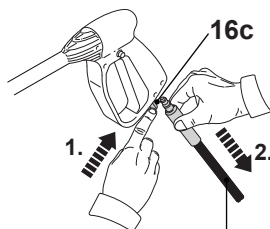

Fig. 27
11. Empurre o trinco (16c) da pistola de pulverização (16) para abrir a porta de ligação e retire a mangueira de alta pressão (15) puxando-a (Fig. 27).